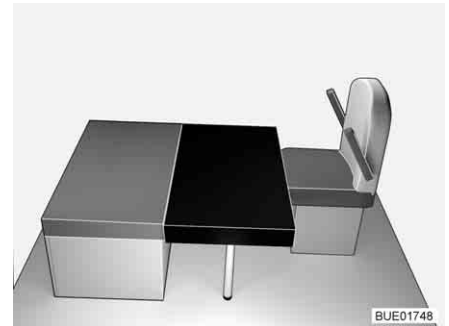

Bild 91 Efter ombyggnaden
- Lägg den rektangulära extra dynan på bordet (framför sittbänkens ryggdyna, se Bild 91). Urklippet i den extra dynan ligger då vid den främre stödväggen.